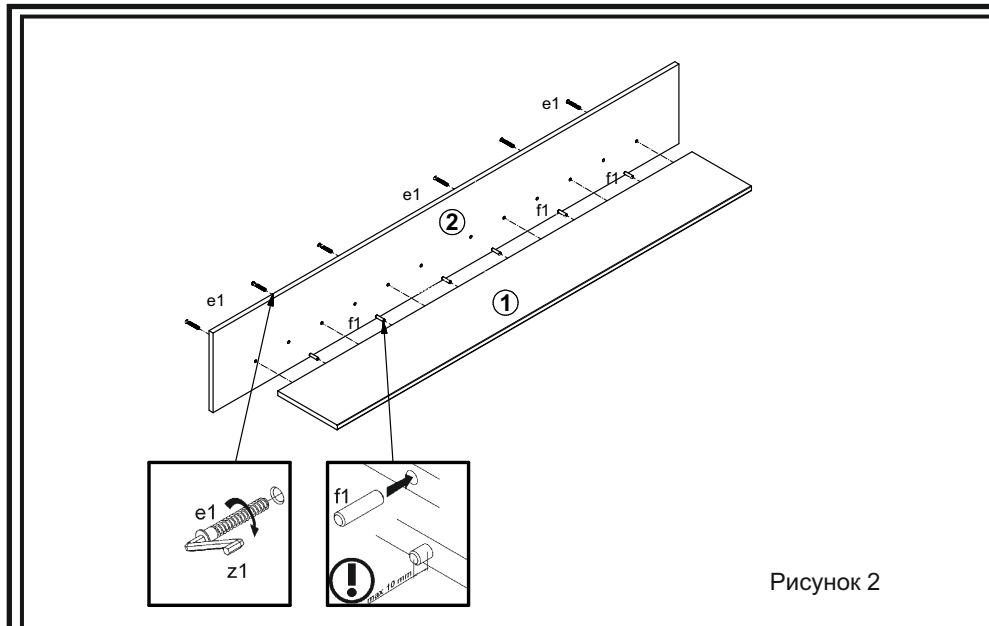

Рисунок 2
5. Соединить между собой детали **1** и **2**, стянуть их конформатами **e1** с помощью ключа **z1** (см. рис. 2).
4. В отверстия Ø8 мм на задней кромке детали 1 вбить деревянные шканты f1 (см.рис.2).